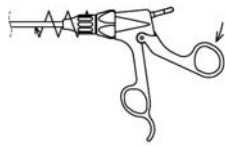

図 5
- 1) ハンドルを閉じ、シースコネクタを反時計まわりに回す。(図5)